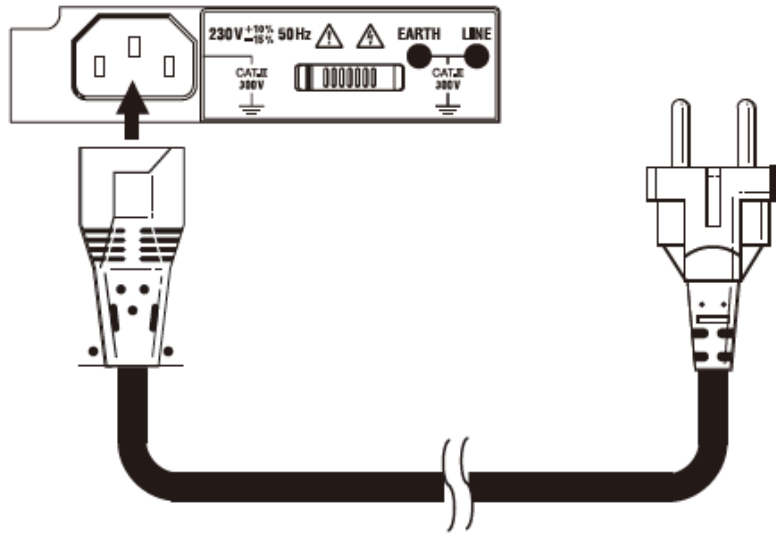
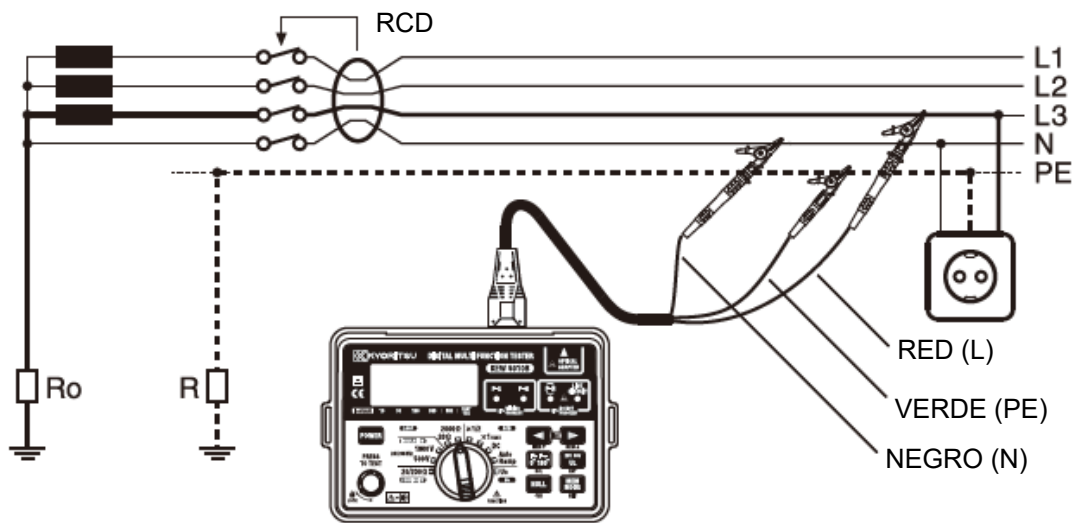

Fig. 11
Fig. 12
3. Si hay tomas de prueba, conecte el cable del toma de corriente al KEW 6010B e introduzca el enchufe moldeado en el enchufe que se va a comprobar (véase la Fig. 11).
7. Si se realizan pruebas de iluminación o de otros circuitos, conecte el cable de tres cables MODEL 7133B (OMA DIEC: accesorio opcional) al KEW 6010B, conecte el cable rojo (fase) a la conexión de fase del circuito sometido a prueba, conecte el cable negro (neutro) a la conexión neutra del circuito sometido a prueba y conecte el cable de tierra a la toma de tierra asociada al circuito (Véase la Fig. 12).
3. Conecte el instrumento al RCD que se va a comprobar, ya sea a través de un toma de corriente adecuado (Véase la Fig. 11) o utilizando el juego de cables de prueba MODEL 7133B (OMA DIEC) (Véase la Fig. 12).
5. Conecte el instrumento al RCD que se va a comprobar, ya sea a través de un toma de corriente adecuado (Véase la Fig. 11) o utilizando el juego de cables de prueba MODEL 7133B (OMA DIEC) (Véase la Fig. 12).